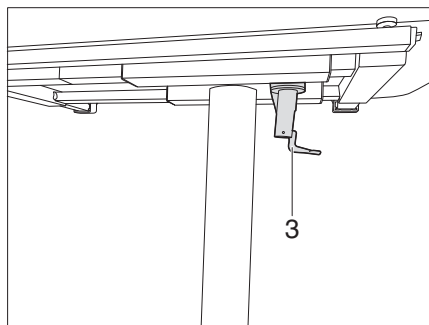

Fig. 123 Bloccare il tavolo ribaltabile
- Ruotare la leva di serraggio (Fig. 123,3) in senso orario. Il tavolo di sollevamento è bloccato e non può essere più spostato.